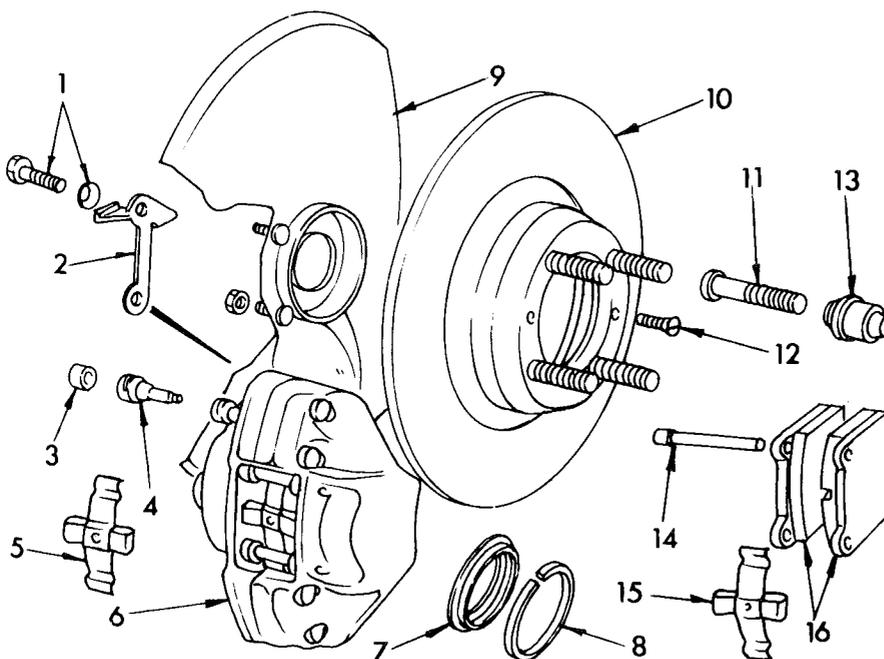

Bild 182
Ist nur ein Bremsklotz innerhalb eines Bremssattels auf den Grenzwert abgenutzt, so sind beide Beläge in beiden Bremssätteln zu erneuern. Ein Wechseln des Bremsklotzes von aussen nach innen oder umgekehrt oder von links nach rechts oder umgekehrt ist nicht statthaft. Nur von Alfa Romeo hergestellte Bremsklötze dürfen verwendet werden. Die Teile eines vorderen Bremssattels sind in Bild 182 gezeigt.
- Mit einem kleinen Schraubenzieher den Befestigungsring («8» in Bild 182) aushebeln und den Staubschutzring (7) aus der Rille des Zylindergehäuses heben.